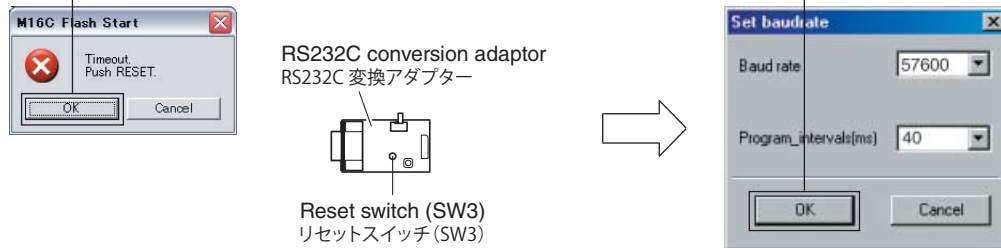

Fig. 3
* If the "Timeout" error screen appears, press the "reset switch (SW3)" of the RS232C conversion adaptor and click [OK], and "Set baud rate" screen appears. (Fig. 3)
Click [OK]. (Fig. 3)
すると通信速度の設定画面が開きます。(Fig. 3)
[OK] をクリックします。(Fig. 3)